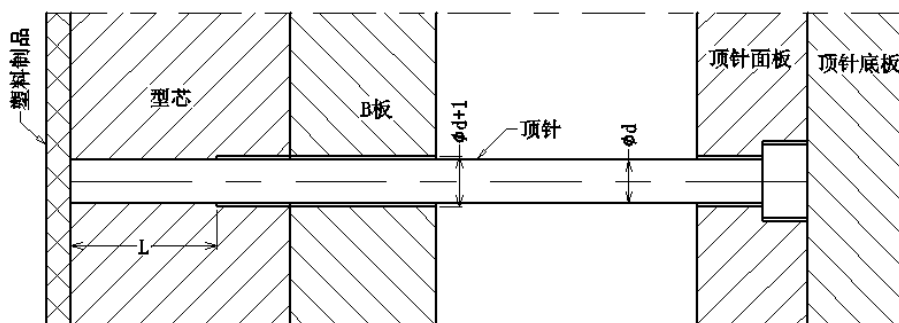

图 7-4 顶针在模具中的装配
- (4) 孔配合长度 $L=10\sim 15\text{mm}$; 对小直径顶针 L 取直径的_____倍。如图 7-4
- (5) 推杆在模具中的装配要求是: 除了配合段, 其它部位在径线方向均应单边避空_____mm。
如图 7-4